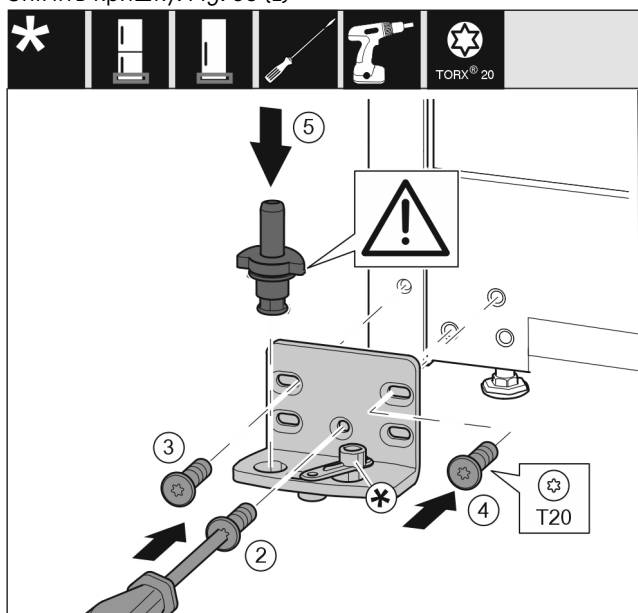

Fig. 36
- ▶ Встановіть опорний кронштейн з іншого боку і закріпіть гвинтами за допомогою викрутки T20. Почніть із гвинта 2 знизу посередині. Fig. 36 (2)
- ▶ Закрутіть гвинти 3 та 4. Fig. 36 (3,4)
- ▶ Вставте цілком опорний гвинт. При цьому виступ фіксатора повинен бути спрямований назад. Fig. 36 (5)
- ▶ Встановіть опорний кронштейн з іншого боку і закріпіть гвинтами за допомогою викрутки T20. Почніть із гвинта 2 знизу посередині. (2)
- ▶ Поверніть з'єднувальний елемент демфера на 180°. Пригвинтіть з іншого боку опорного кронштейна за допомогою викрутки T20. (5)
- ▶ Вставте цілком опорний гвинт. При цьому виступ фіксатора повинен бути спрямований назад. (6)